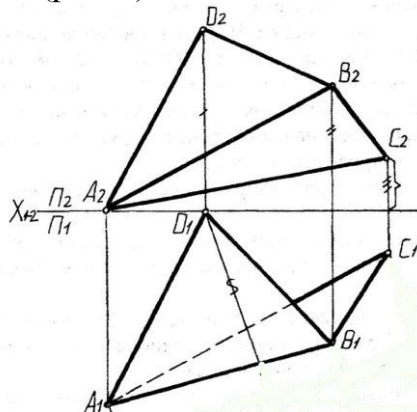

Рис.1.
1. Определить величину двугранного угла, образованного треугольниками ABC и ABD (рис.1) способом замены плоскостей проекций.